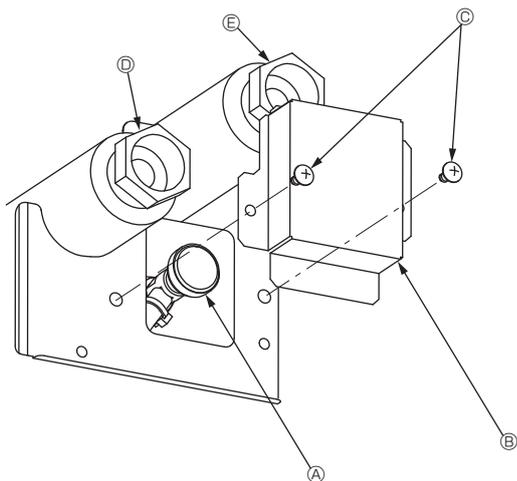

Fig. 7-1
7.2.2. Vanne de purge de l'appareil intérieur (Fig. 7-1)
- ① Retirez le couvercle de la vanne de purge.
- ② Tournez le bouton de la vanne de purge pour libérer l'air.
- ④ Vanne de purge
- ⑤ Couvercle de la vanne de purge (Couple de serrage : $1,3 \pm 0,3$ N·m)
- ⑥ Vis
- ⑦ Sortie
- ⑧ Entrée